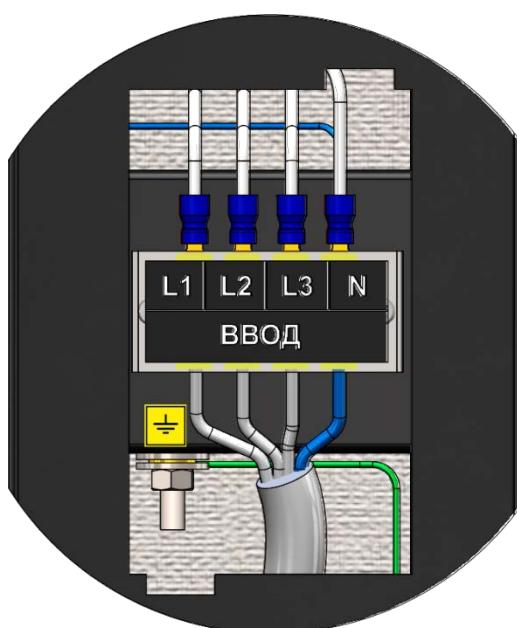

**Рис. 5 Схема установки
- Закрепить электроводонагреватель на вертикальной поверхности в необходимом месте с помощью настенного крепежа (в комплект поставки не входит) как показано на (Рис. 4). При монтаже электроводонагревателя необходимо выдерживать минимальные расстояния до стен, пола и потолка (Рис. 5);